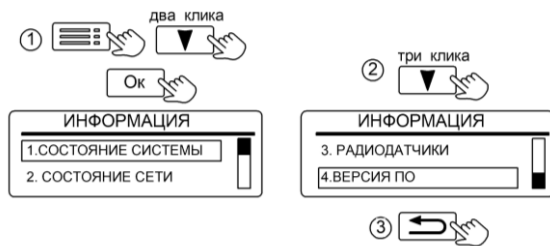

Рисунок 28. Вид вкладки «ИНФОРМАЦИЯ»
**11.3.1 «1.СОСТОЯНИЕ СИСТЕМЫ»** отображает текущие значения (рис. 28):